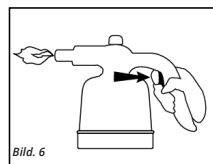

Bild. 6
- Drücken Sie nun den Zündschalter, um die Flamme zu zünden. [Bild 6]